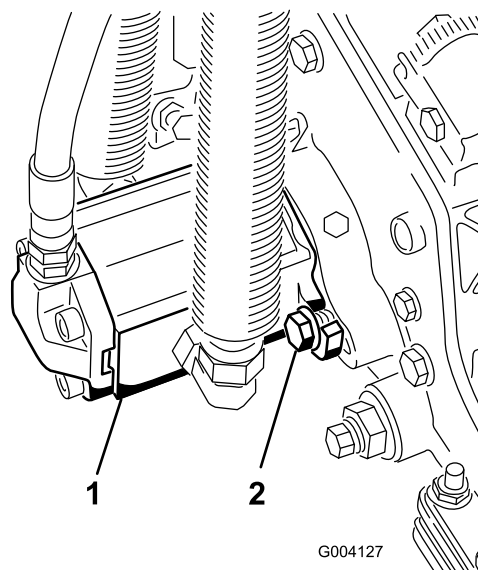

Figura 13
16. Montate il motore ruotato in senso orario in modo che le flange del motore non tocchino i bulloni (Figura 13).